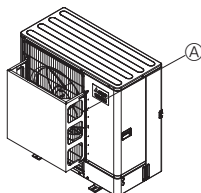

Fig. 2-3
- ② Si la unidad está situada en un lugar expuesto a vientos fuertes como huracanes, etc. que puedan entrar en la salida de aire, coloque una guía opcional de aire. (Fig. 2-3)